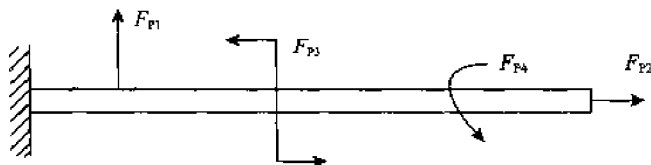

图 9-29
4. 悬臂梁如图 9-29 所示, 其上作用着力 F_{P1} (横向集中力)、 F_{P2} (轴向力)、 F_{P3} (横向集中力偶)、 F_{P4} (扭转外力偶)。它们分别作用在杆上时, 杆的应变能以 V_1 、 V_2 、 V_3 、 V_4 表示。则_____。